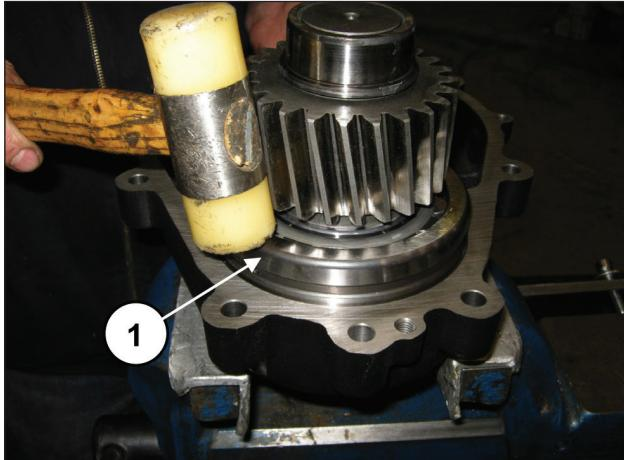

Fig. 87
Insérer le pignon prémonté dans son logement sur le couvercle du réducteur à l'aide d'un chassoir à inertie (rep. ①, Fig. 87).